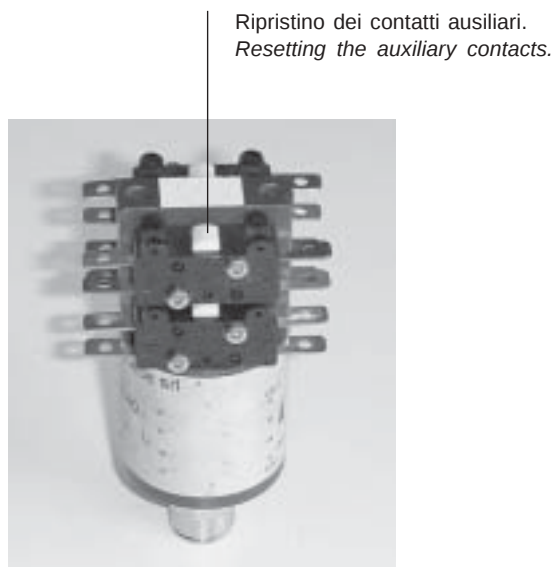
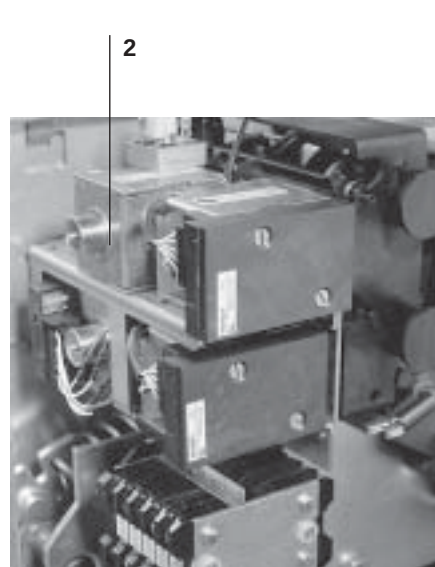

Fig. 36 _____
Fig. 37 _____
Tale sistema è costituito da sensori di pressione (fig. 36) dislocati opportunamente nel quadro e collegati direttamente allo sganciatore di apertura installato nel comando dell'interruttore fig. 37(2). I sensori rilevano il fronte di salita dell'onda di pressione che si sviluppa nei primi istanti della formazione dell'arco e reagiscono operando l'apertura dell'interruttore. Grazie al sistema "Fast Recovery" si ottiene l'esclusione selettiva della parte coinvolta nel guasto in un tempo inferiore a 100 ms (incluso il tempo di apertura dell'interruttore).
This system is based on pressure sensors (fig. 36) suitably located into the switchboard and directly connected to the shunt opening release installed in the circuit-breaker operating mechanism (2) (fig. 37).